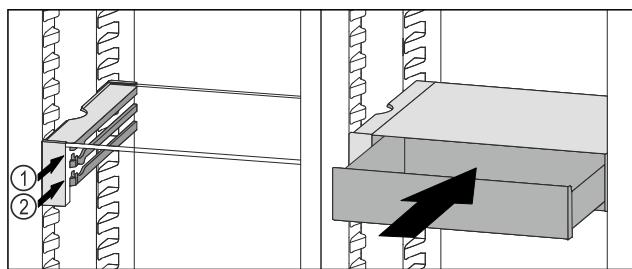

Fig. 87
- Установите выдвижной ящик VarioSafe за стопоры на требуемый выступ Fig. 87 (1) или Fig. 87 (2).